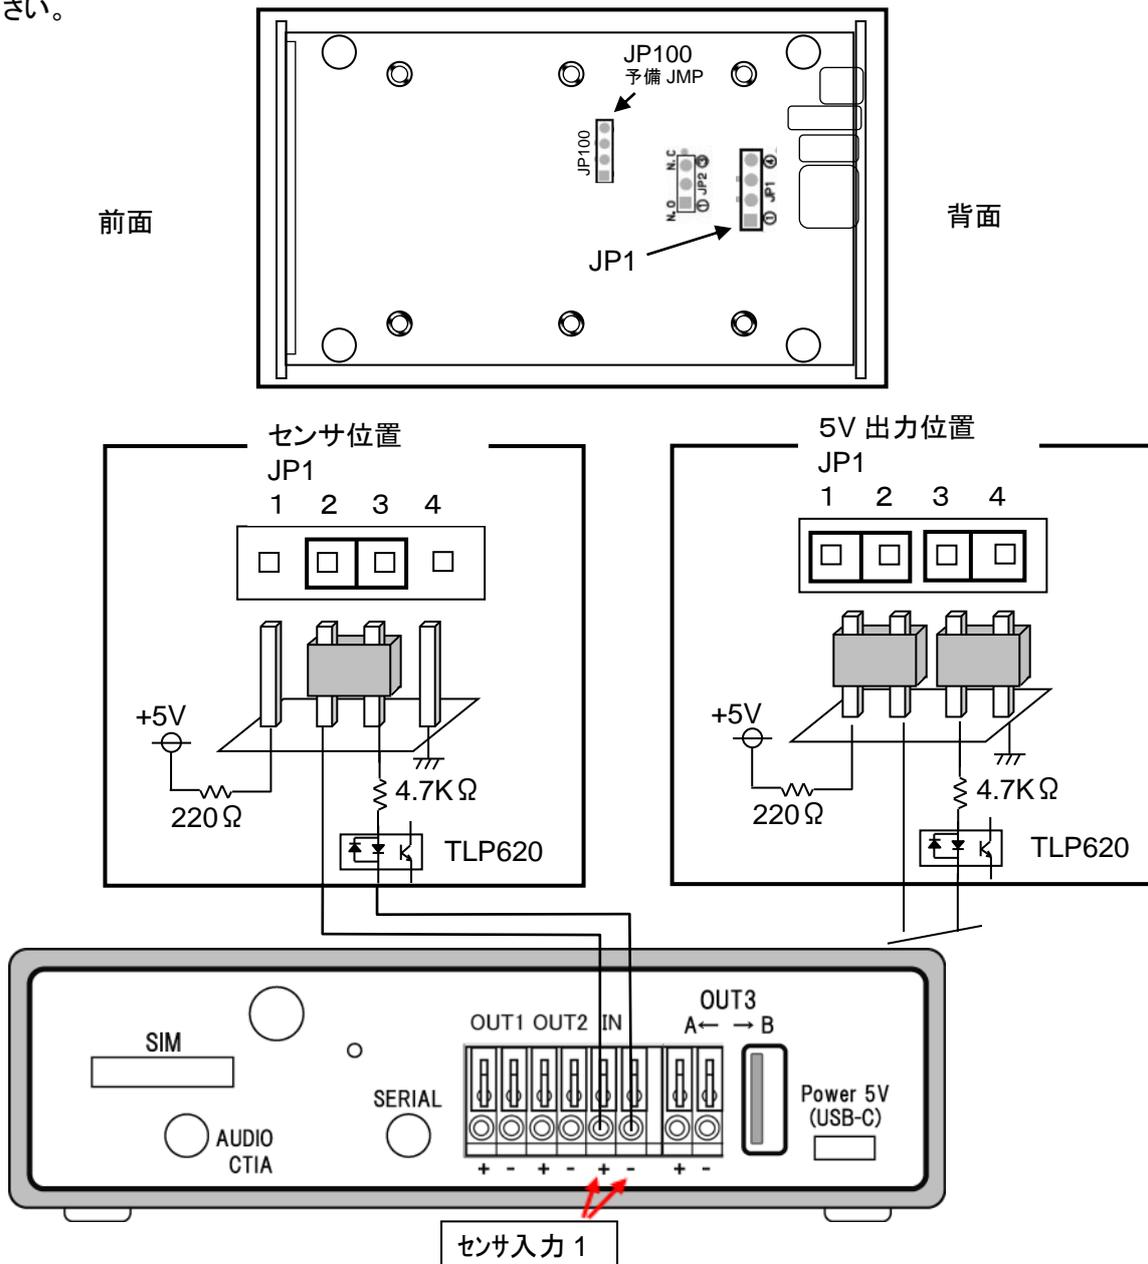

図 15-2 センサ入力回路
センサ入力回路は図 15-2 のようになっています。出荷時はジャンパが②-③に接続されています。したがって使用する際は装置のジャンパ切替えが必要な場合があります。図 15-2 のセンサ位置にすると IN+ と IN- に 5~12V を供給するとセンサ入力オンとなります。